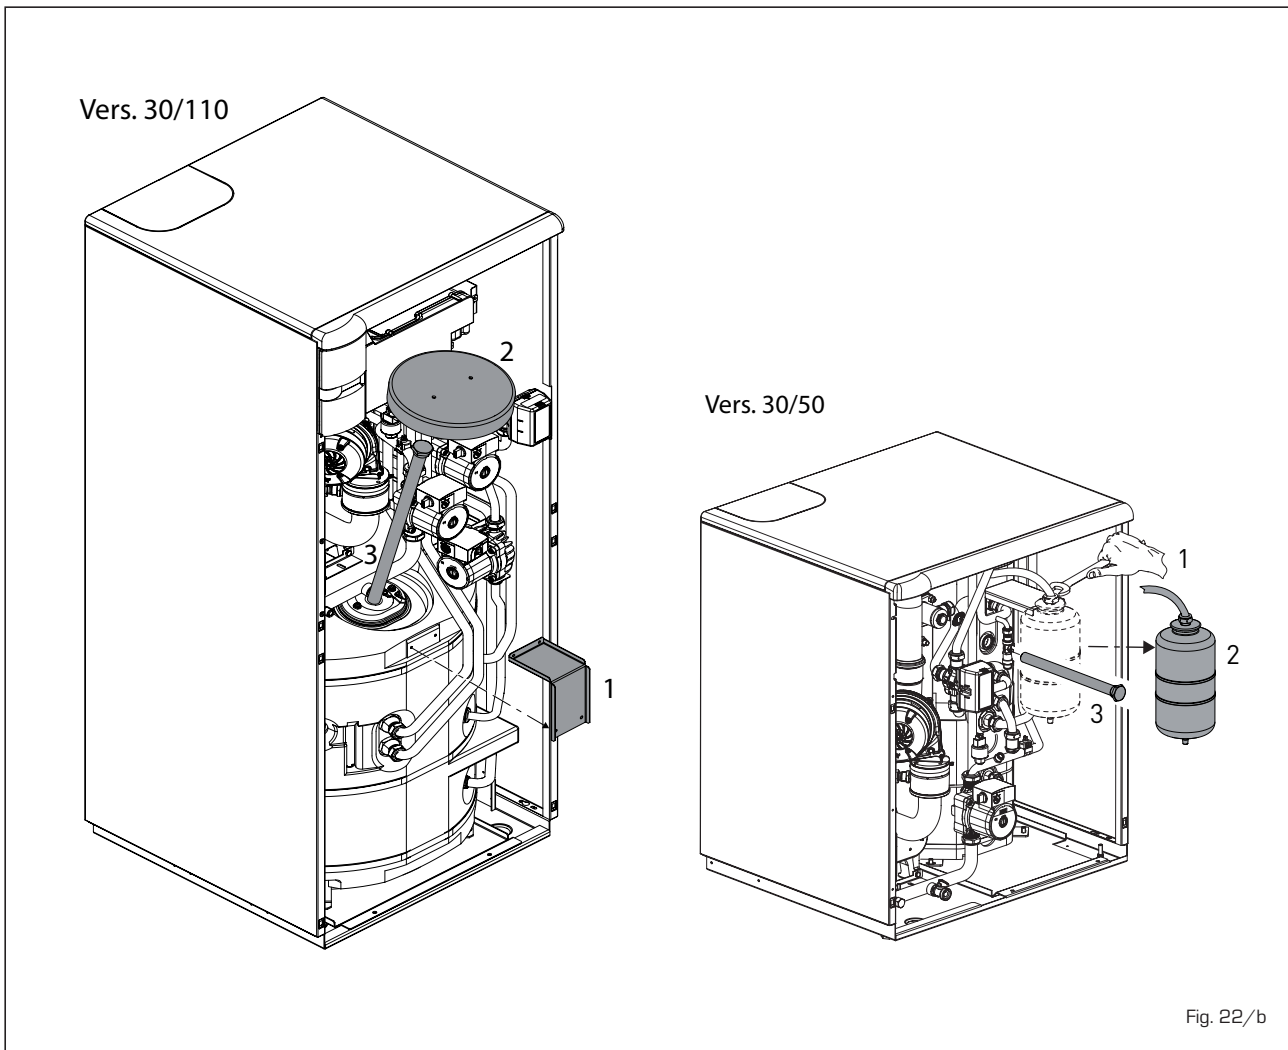

Fig. 22/b
4.4.6 Diagnósis y remedio bomba WILO-YONOS PARA PWM (fig. 22/c)